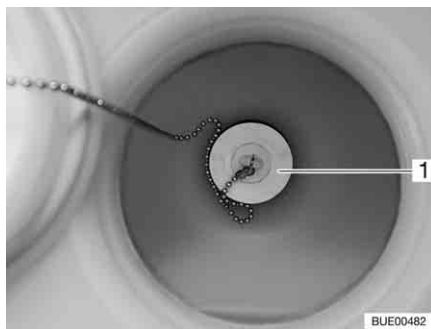

Fig. 102 Serbatoio dell'acqua
- Estrarre il tappo di chiusura (Fig. 102,1) dall'apertura di scarico. L'acqua fuoriesce.